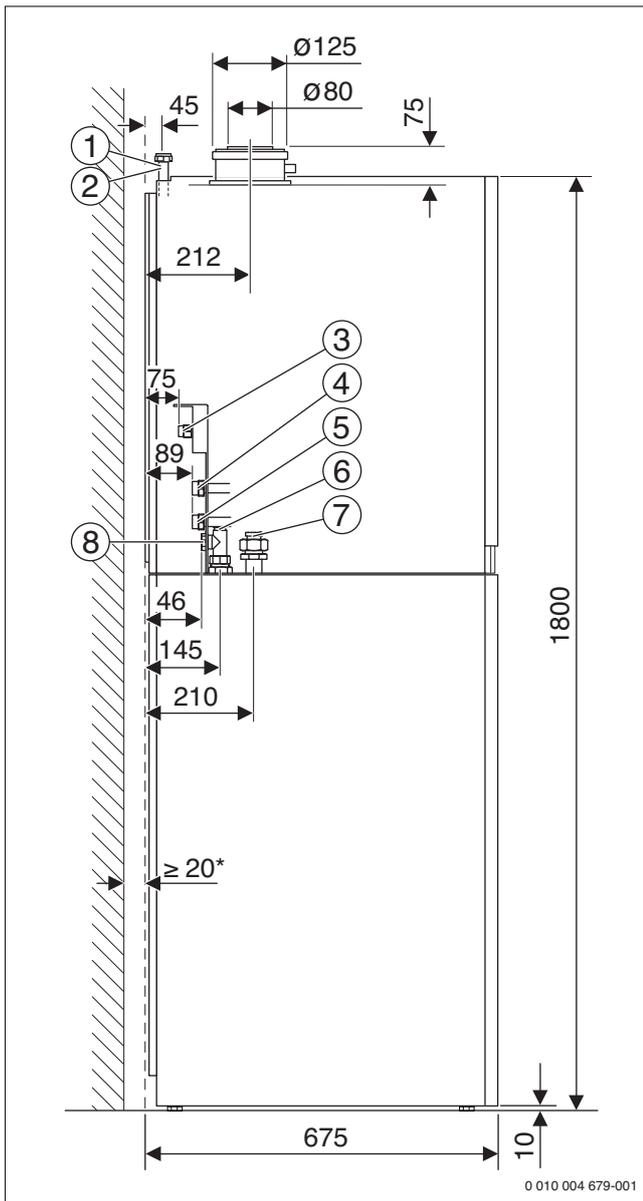

Bild 28 Abmessungen und Anschlüsse ohne Zubehör
**Legende zu Bild 28 und 29:**